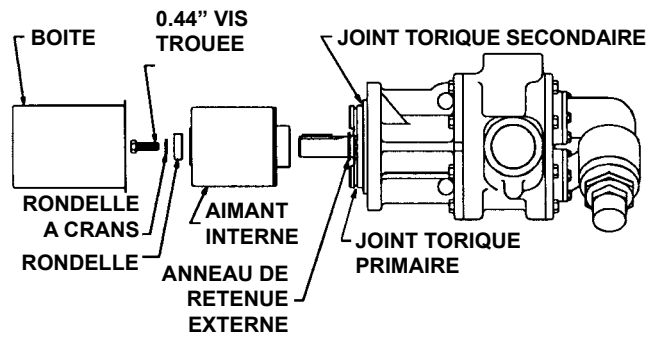

FIGURE 16
1. Vérifiez qu'aucun objet métallique ne soit attaché aux aimants. Retirez les corps étrangers. Installez l'anneau de retenue externe et la clé sur l'arbre de la pompe. Glissez l'aimant interne sur l'arbre pour qu'il bute contre l'anneau de retenue. Installez la rondelle, la rondelle à crans et les vis afin de fixer l'aimant (Voir Figure 16). Insérez une barre de cuivre entre deux dents du rotor par un orifice et serrez les vis.